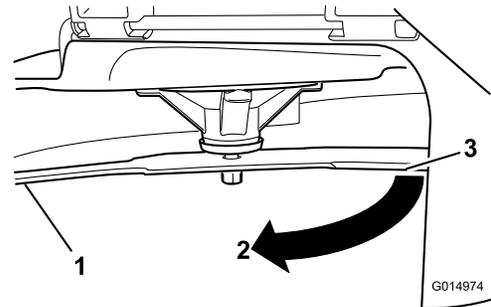

**Figura 87**
2. Llevando guantes fuertemente acolchados u otro tipo de protección apropiada para las manos, gire la cuchilla lentamente hasta una posición que permita medir la distancia entre el filo de corte y la superficie nivelada en la que descansa la máquina (**Figura 87**).